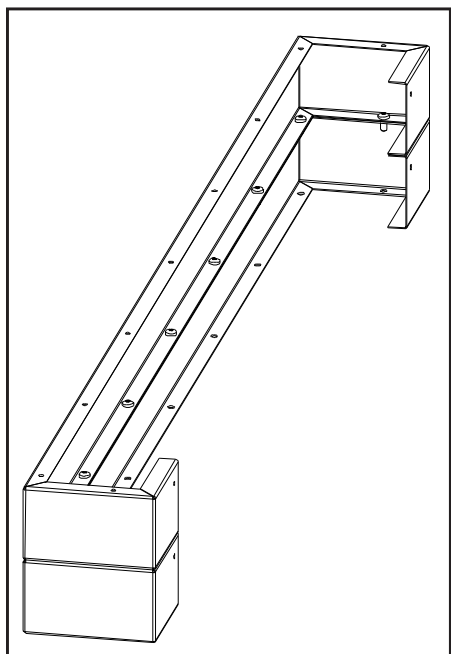

Figure 41: Deux bases à montage combinée
2. Lorsque vous utilisez plus d'une carte de montage chaque niveau doit être fixé à l'aide de neuf (9) #8 T-20 vis fournies (voir Figure 41).